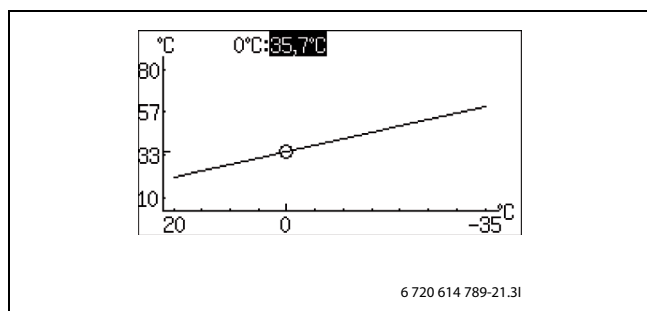

Bild 55
- ▶ Drehknopf bei markiertem Quadrat drehen, bis 0°C markiert ist (→ Bild 55).